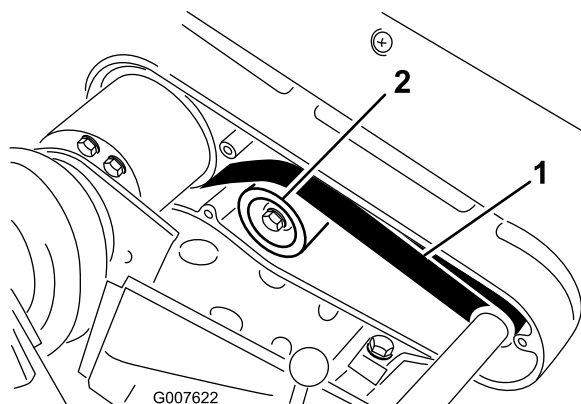

Figura 45
2. Compruebe la tensión presionando la correa en el punto intermedio entre las poleas (Figura 45) con una fuerza de 22 a 26 N.
- A. Afloje la tuerca de montaje de la polea tensora y pivote la polea tensora en sentido horario contra la parte trasera de la correa, hasta obtener la tensión deseada (Figura 45).